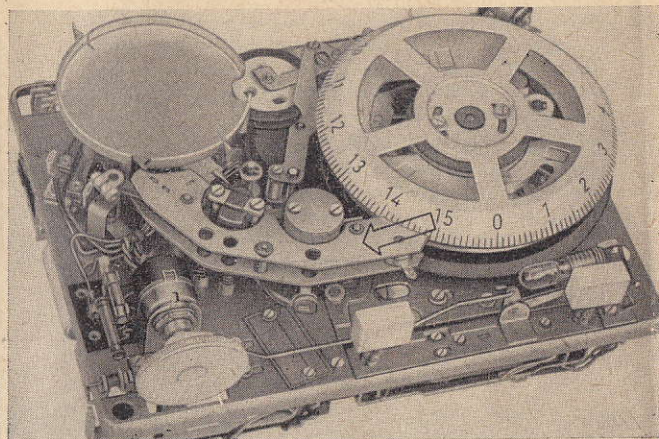

Bild 2
1.3. Jetzt ist das obere Führungsblech der Bandführung durch Lösen der in der Mitte befindlichen Rändelmutter zu entfernen - Bild 2.